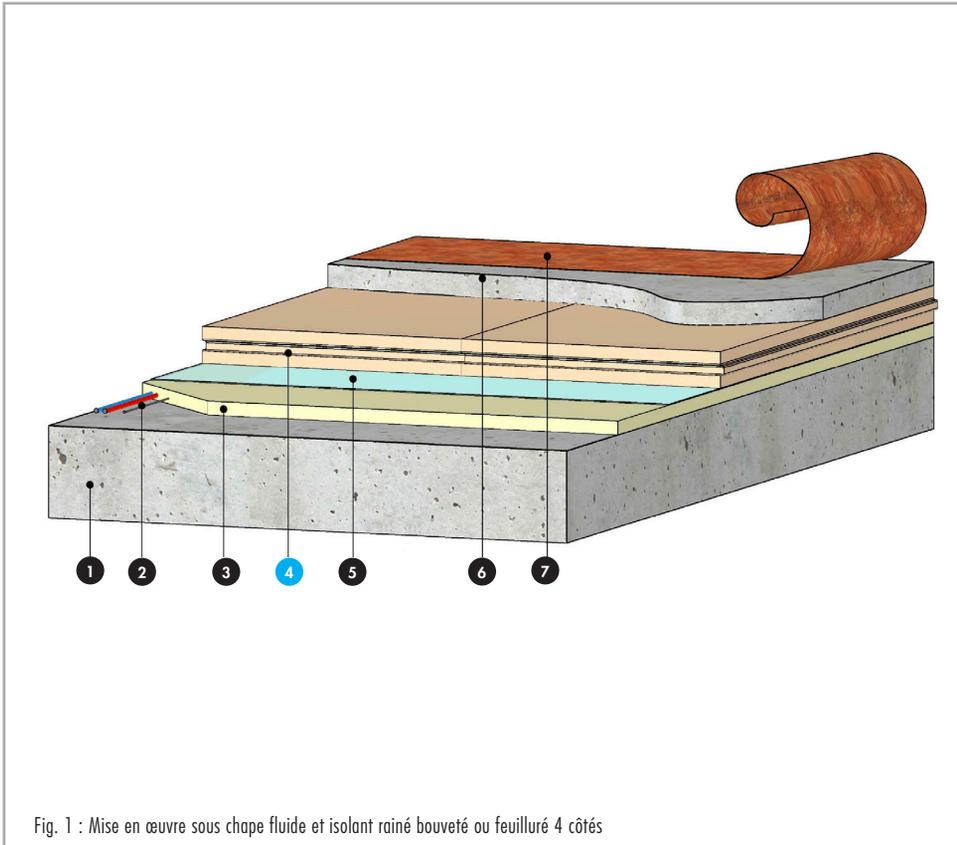

Fig. 1 : Mise en œuvre sous chape fluide et isolant rainé bouveté ou feuilluré 4 côtés
**Nomenclature de la figure 1**